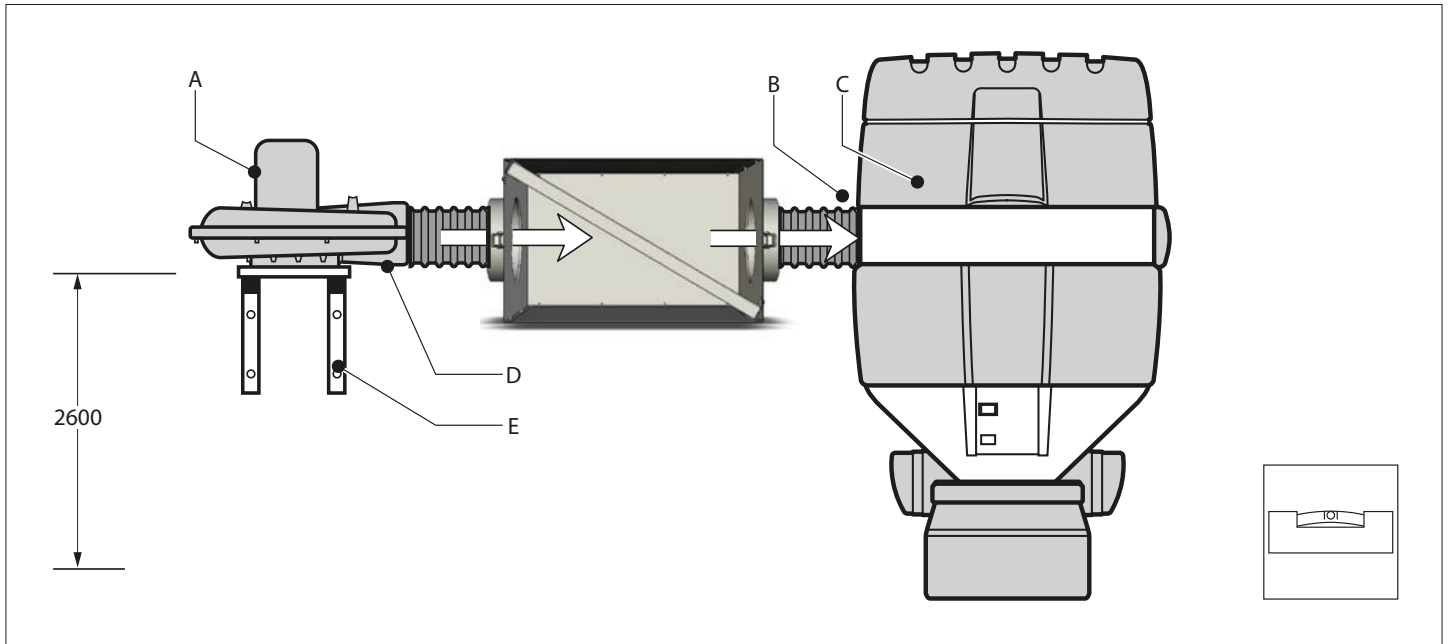
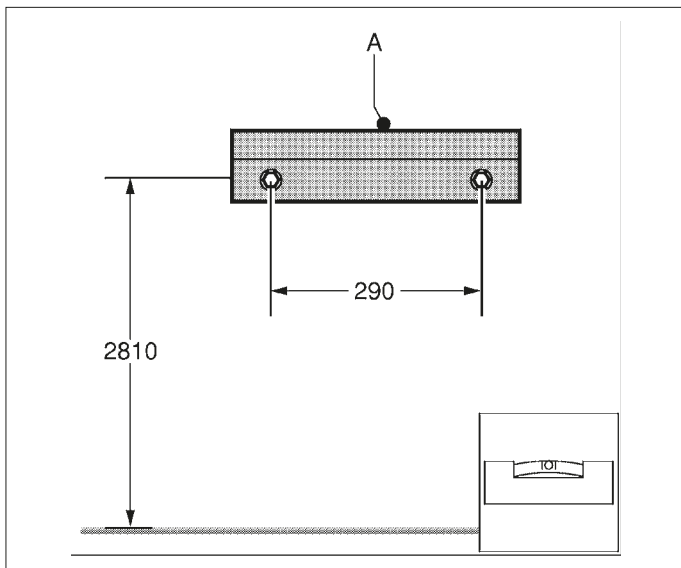

Fig. 4.1
Fig. 4.2
Montieren Sie das Statiflex 400-MS (Fig. 4.1 C) so, dass die Einblasöffnung (Fig. 4.1 B) waagrecht mit der Ausblasöffnung (Fig. 4.1 D) des Absaugventilators fluchtet. In der Standardaufstellung steht das Statiflex 400-MS rechts vom Absaugventilator (Fig. 4.1 A). Siehe Fig. 4.2 für die empfohlene Höhe der Wandkonsole. Hinweise zur Montage der Wandkonsolen (LMB oder TMB) (Fig. 4.1 E) und des Absaugventilators entnehmen Sie bitte den betreffenden Anleitungen.
Kontrollieren Sie -vor der Montage der Wandkonsole (Fig. 4.2 A)-, ob die Tragkraft der Wand ausreicht. Das Nettogewicht des Statiflex 400-MS beträgt ca. 85 kg. Achten Sie beim Bohren auf möglicherweise vorhandene Gas-, Wasser- und Elektrizitätsleitungen. Stellen Sie das Statiflex 400-MS nicht an einer Stelle auf, an der es Schwingungen oder Wärmestrahlung von Wärmequellen ausgesetzt ist. Beachten Sie die oben aufgeführten Umgebungsbedingungen.
- Montieren Sie die Wandkonsole (Fig. 4.2 A). Siehe Fig. 4.2 für die empfohlene Höhe und die Bohrmaße. Die aufgeführte empfohlene Höhe gilt, wenn der Absaugarm in 2.600 mm montiert wird und das Statiflex 400-MS waagrecht mit der Ausblasöffnung des Absaugventilators fluchtet. Sorgen Sie für ausreichenden Platz über dem Filter (mindestens 700 mm), da beim Auswechseln des Filters die Filterhaube ausgebaut werden muss.